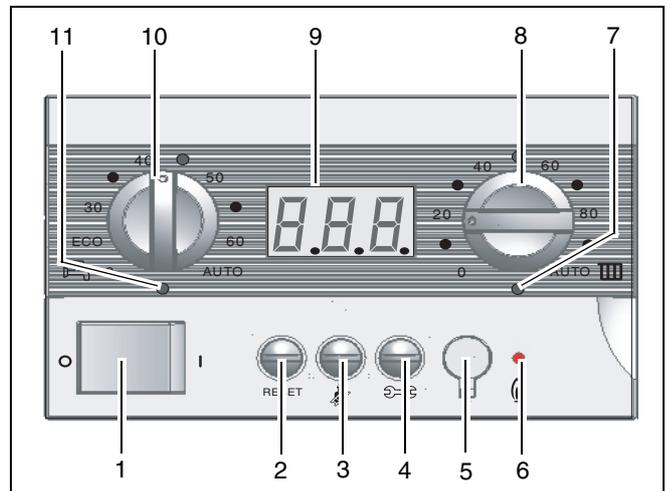

Abb. 18 Bedienmodul BM10
### 6.2.1 Bedienelemente Bedienmodul BM10 (Abb. 18).
Die LED "Brenner" (Abb. 18, Pos. 6) leuchtet, sobald der Brenner arbeitet.
### 6.2.3 Abgastest (Abb. 18, Pos. 3)
Durch Drücken der Taste "Schornsteinfeger" (Abb. 18, Pos. 3) für 2 – 5 Sek. erscheint rechts unten im Display der Dezimalpunkt (Abb. 19) und das Gerät geht in Vollast-Heizbetrieb. Der Kessel schaltet sich erst ab, wenn die eingestellte Vorlauftemperatur erreicht ist. Nach 30 Min. geht das Gerät wieder in Normalbetrieb.
Durch Betätigung der Taste "Service" (Abb. 18, Pos. 4) werden nacheinander Kesseltemperatur, Anlagendruck und Betriebsstatus in einem Rollmenü angezeigt.
### 6.3.1 Vorlauftemperatur einstellen (Abb. 18, Pos. 8)
Im Heizbetrieb leuchtet LED "Heizungsanforderung" (Abb. 18, Pos. 7) unter dem Drehknopf gemeinsam mit LED "Brenner" (Abb. 18, Pos. 6).
### 6.3.2 Warmwassertemperatur einstellen (Abb. 18, Pos. 10)
Wenn das Gerät für die Warmwasserversorgung in Betrieb ist, leuchtet die LED "Warmwasserbereitung" (Abb. 18, Pos. 11) unter dem Drehknopf gemeinsam mit der LED "Brenner" (Abb. 18, Pos. 6).
Wenn das Gerät als Nacherhitzer bei einem Solarwarmwasserspeicher eingesetzt wird, darf die Warmwassertemperatur (Abb. 18, Pos. 10) im Hinblick auf das Risiko der Bildung von Legionellenenergiern nicht auf eine Temperatur unter 60 °C eingestellt werden. Ferner darf das Gerät in dieser Situation nicht ausgeschaltet werden.
- Betriebsschalter auf "0" stellen (Abb. 18, Pos. 1).